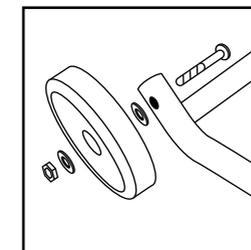

Fig. 11
- Montez les roulettes **7** dans leur position de service sur l'élément **3** (**Fig. 11**). Ne serrez pas excessivement les roulettes, pour ne pas les empêcher de tourner librement.